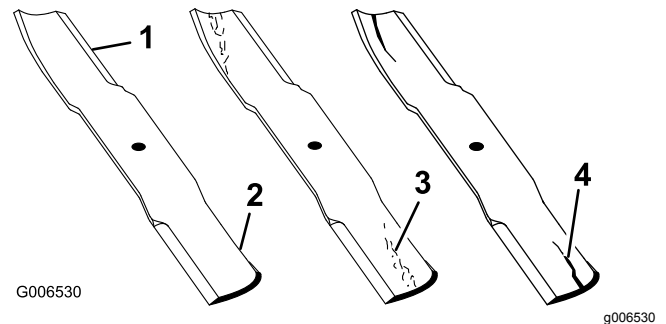

Figura 62
1. Inspeccione los filos de corte (Figura 62). Si los bordes no están afilados o tienen muescas, retire las cuchillas y afílelas. Consulte Afilado de las cuchillas.
2. Inspeccione las cuchillas, especialmente la parte curva (Figura 62). Si observa daños,
desgaste o la formación de una ranura en esta zona (Figura 62), instale inmediatamente una cuchilla nueva.